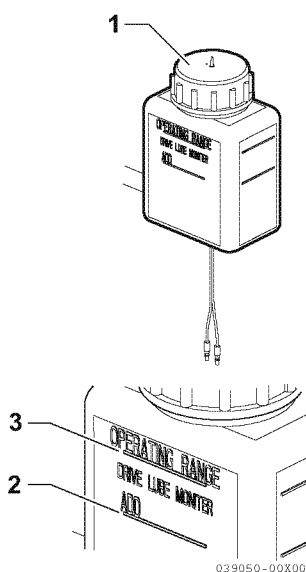

Figura 2
1. Revise el nivel de aceite de la propulsión de popa (**Figura 2**). Mantenga el nivel de aceite en la línea OPERATING RANGE (RANGO OPERATIVO) (3, **Figura 2**) (lleno) del depósito de aceite (1, **Figura 2**), o cerca de esta línea.
2. El nivel de aceite es bajo si se encuentra debajo de la línea ADD (AGREGAR) (2, **Figura 2**) del depósito de aceite (1, **Figura 2**). Agregue según sea necesario el aceite especificado. *Ver Llène la propulsión de popa con aceite en la página 26.*